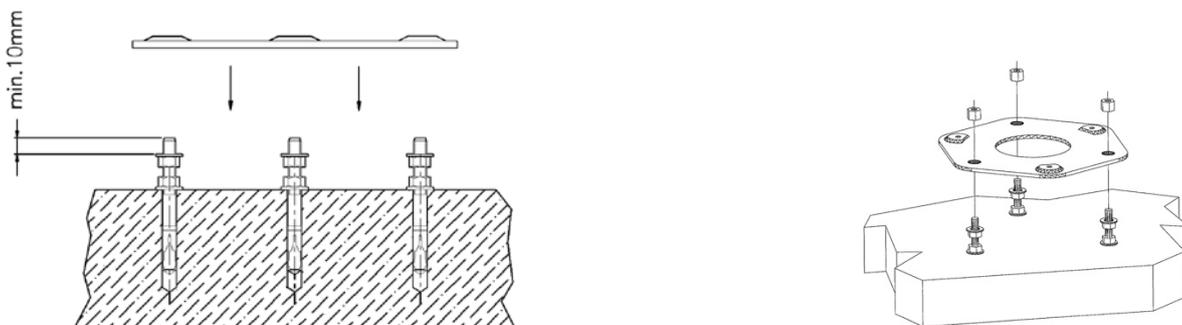

Abb.5
4. Schrauben Sie nun die Sechskantmutter und anschließend die Unterlegscheiben auf die Dübel. Diese dienen als Plattform für den Sockel. (Abb. 5).